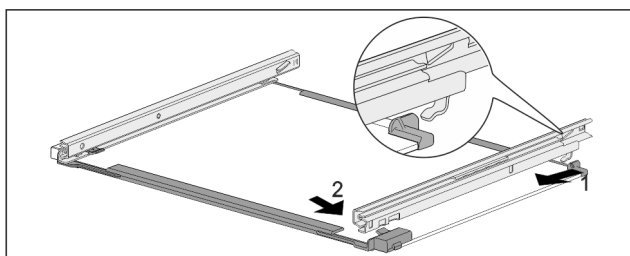

Fig. 160 Placa de sticlă cu șine
- Agățați șina în partea din spate. Fig. 160 (1)
- Înclicetați șina în partea din față. Fig. 160 (2)